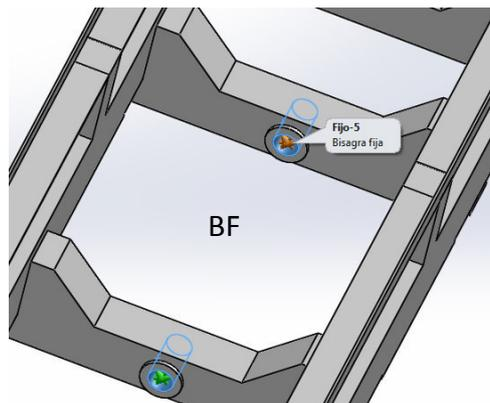

Figura 7.6 Bisagra fija
En la zona delantera, se aplicó una condición de bisagra fija (BF). La condición de vínculo bisagra fija puede rotar en su eje, pero no desplazarse en dirección axial ni radial. Para esta condición se montaron dos bujes sobre dos cruceros delanteros. Figura 7.6.